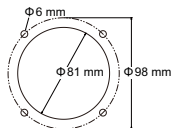

図 2
2. 取付位置を決め図 2 に示す 81 mm の取付穴をバッフルに開けます。